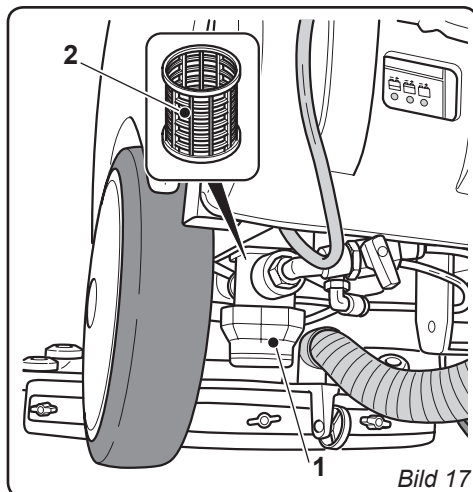

Bild 17
11.1.d - Rengöring av filter rent vatten (Bild 17)
- Skruva loss det transparenta locket (1) från filtret och ta bort filtret (2).
- Rengör filtret (2) i rinnande vatten och om det verkar igentäppt byt ut filtret.